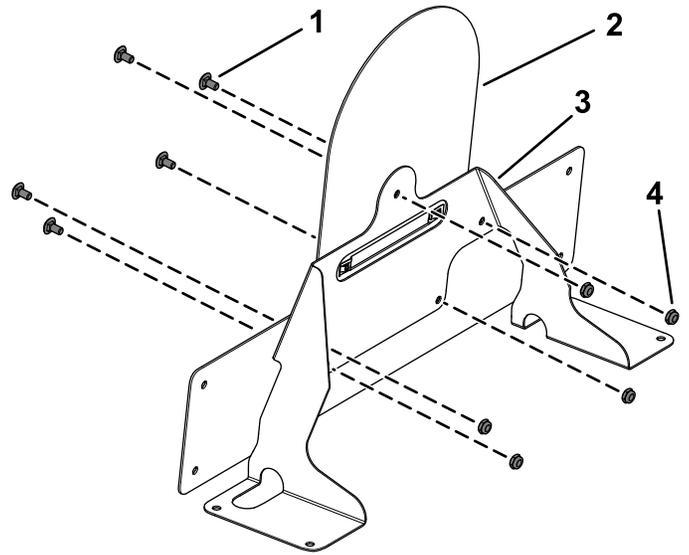

Figura 22
8. Fije el soporte de la placa de velocidad en el soporte del marcador con 5 pernos de cuello cuadrado ($\frac{1}{4}$ " x $\frac{1}{2}$ ") y 5 contratuercas ($\frac{1}{4}$ "), como se muestra en la Figura 22.